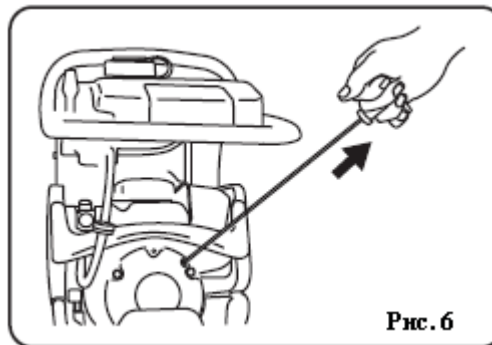

Рис. 6
3. Плавно потяните за рукоятку пускового шнура. Дерните резко, когда почувствуете сопротивление, чтобы запустить двигатель. Верните пусковой шнур на место, удерживая рукоятку (рис. 6).